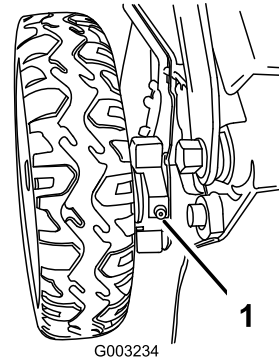

Bild 38
1. Wischen Sie die Schmiernippel innen an den Hinterrädern mit einem sauberen Lappen ab (Bild 38).